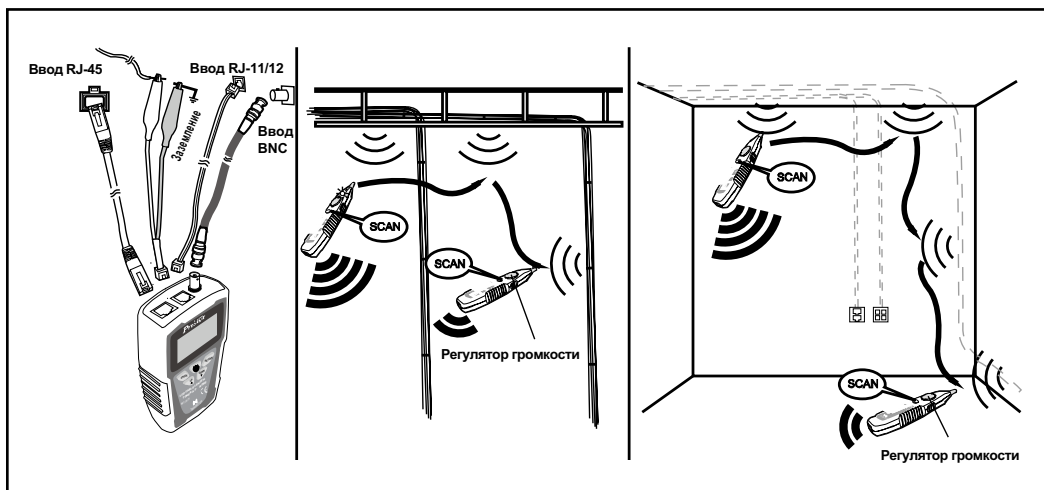

Рис. 8. Поиск кабелей
1. Подсоедините тестируемый кабель соответствующим образом к MT-7071, как показано на рис. 8. Если нужно тестировать одно- или двухжильный кабель, выберите тип кабеля Tel, затем вставьте соединительный шнур с аллигаторным зажимом в разъем RJ-11.
4. Сдвиньте переключатель приемника в положение OFF или LED, как показано на рис. 8, затем нажмите SCAN на приемнике, чтобы включить функцию отслеживания кабеля. Динамик выдаст звуковой сигнал отслеживания. Если использовать наушник, звук будет только из наушника.